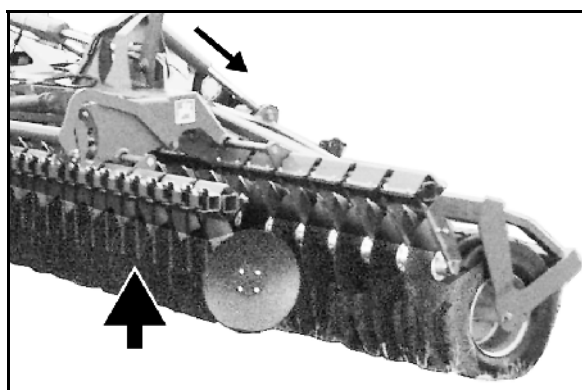

Fig. 49
- 2.1 Løsn klapsplitten (Fig. 49/1).
- 2.2 Træk afstikningsbolten (Fig. 49/2) ud.